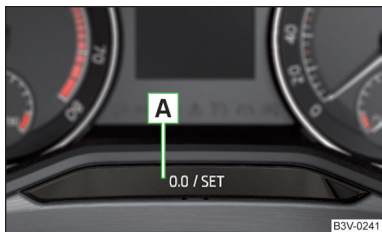

Abb. 22
› Die Taste **A** » Abb. 22 auf Seite 42 antippen.
- › Die Taste **A** » Abb. 22 drücken und gedrückt halten, bis im Display der Menüpunkt **Uhrzeit** angezeigt wird.